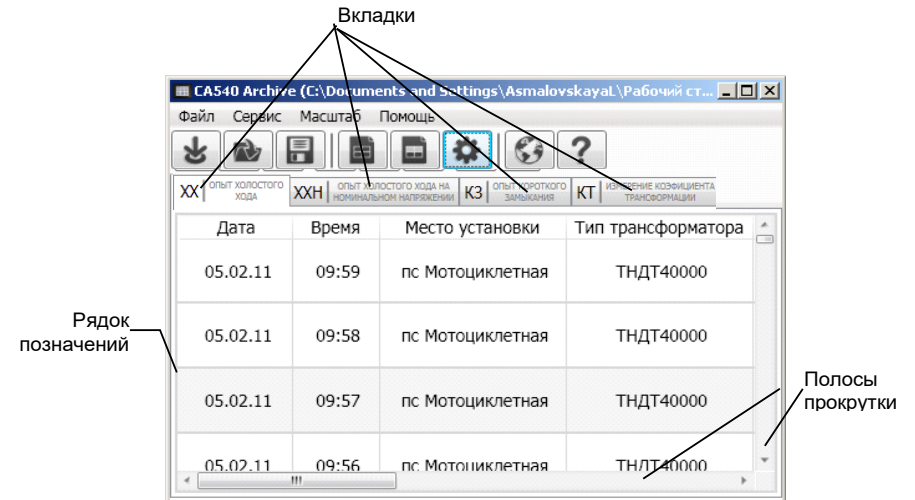

Рисунок 6.93
6) Для експорту записів з результатами вимірювань в Excel відкрити вкладку, з якої дані будуть експортуватись, (рисунок 6.93) і клацнути по кнопці "Экспортировать в Excel". Для експорту частини записів, їх попередньо слід позначити за допомогою одночасного натискання миші і клавіши **Shift** (підряд) або **Ctrl** (врізної), а потім клацнути по кнопці "Экспортировать в Excel выделенное". На екрані в програмі Excel відкриється файл з розширенням .xls. Его вміст можна скопіювати за допомогою стандартних опцій копіювання (**Ctrl** + **C**, **Ctrl** + **V**) в програму Word або Excel для створення "Протокола измерений", его редагування і друку.